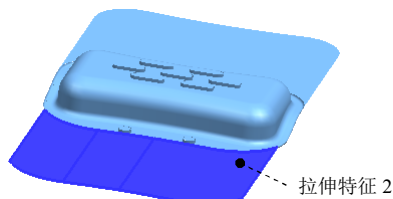

图 1.36 创建拉伸特征 2
Step2. 创建拉伸特征 2。选择下拉菜单 **插入(I) → 设计特征(F) → 拉伸(E)...** 命令，系统弹出“拉伸”对话框；选取如图 1.35 所示的片体边链为拉伸对象 2；在 **指定矢量(1)** 下拉列表中选择 **YC** 选项；在 **限制** 区域的 **开始** 下拉列表中选择 **值** 选项，并在其下的 **距离** 文本框中输入数值 0，在 **结束** 下拉列表中选择 **值** 选项，并在其下的 **距离** 文本框中输入数值 100；其他参数采用系统默认设置值；单击 **<确定>** 按钮，完成如图 1.36 所示拉伸特征 2 的创建。